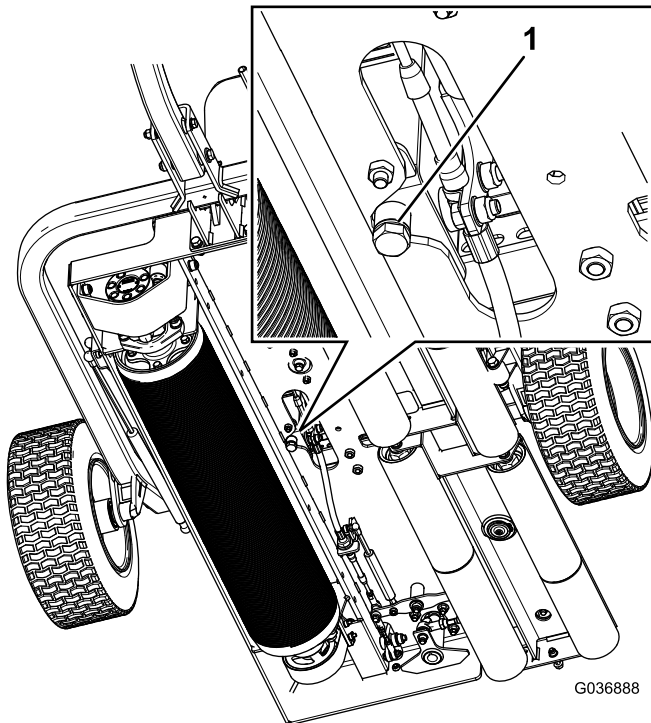

图35
1. 在液压油箱排油塞下放置一个放油盘（图35）。
2. 从油箱底部拆下排油塞（图35）。